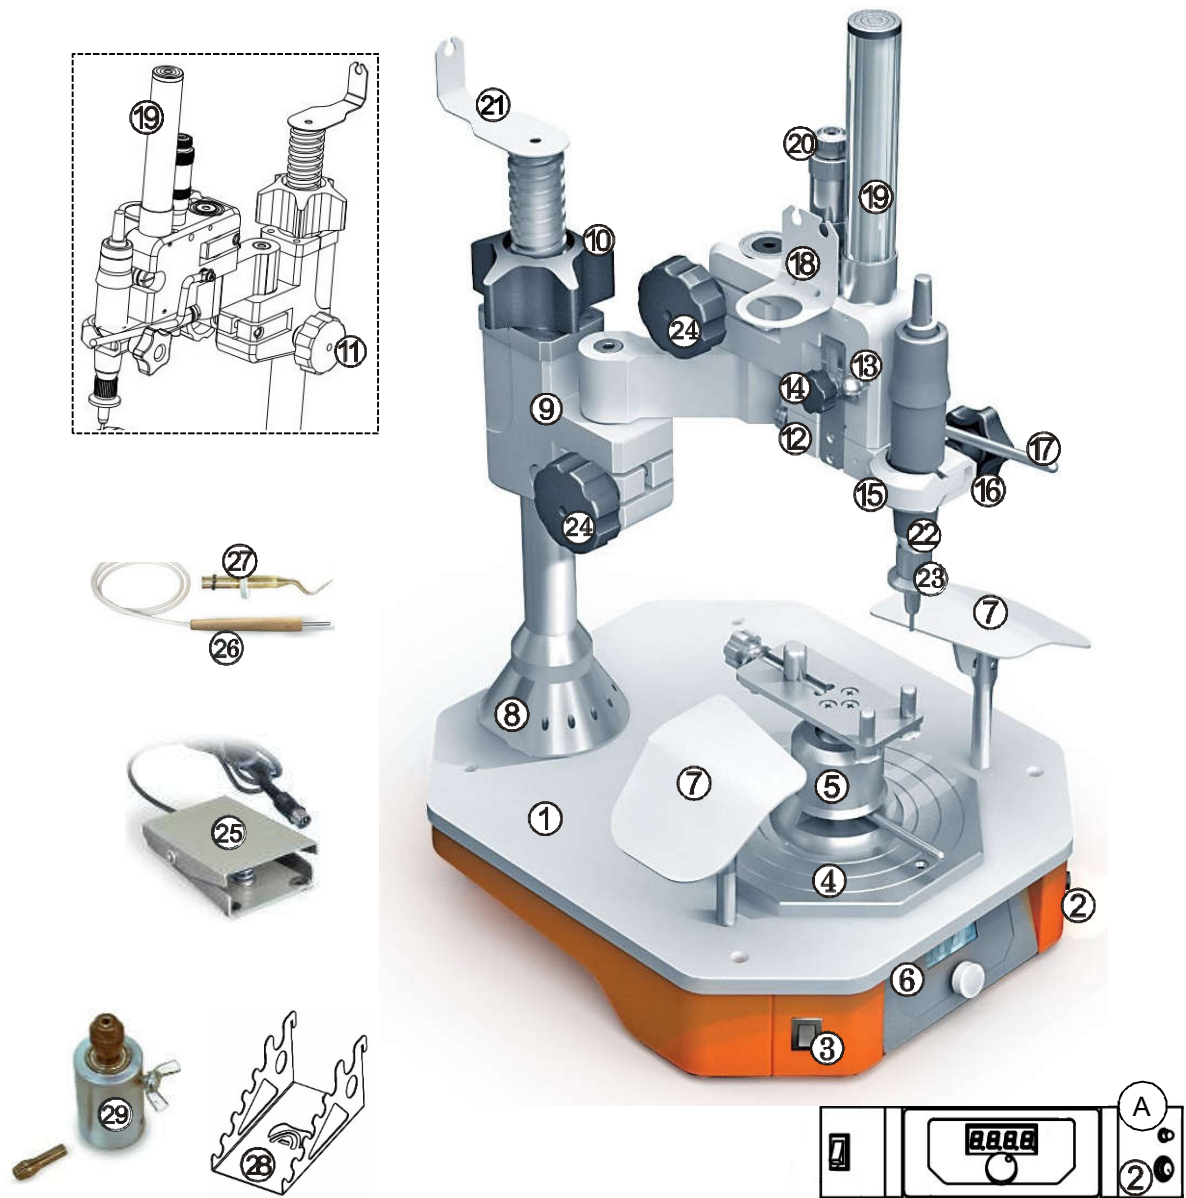

Рис. 1. Работа с наконечником
4.1 Основные конструктивные элементы (рис. 1)
Держатель (**21**) кабеля бормашины переверните на 180° в соответствии с рис. 1.
При необходимости отрегулируйте усилие возвратной пружины каретки (**12**, рис. 1):
- снимите кожух (**19**, рис. 1);
6.3.1 Включение электромагнитной платформы осуществляется нажатием кнопки (2, рис.1), при этом включается светодиод А, расположенный рядом с кнопкой. Выключение - повторным нажатием кнопки.